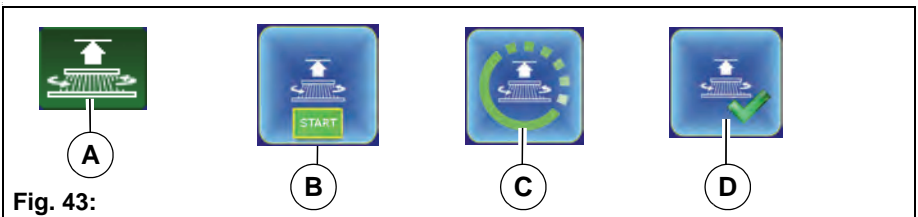

Fig. 43:
3. Med dreietrykkregulatoren velger du softkey *Ta opp børster* **Fig. 43-A** og bekrefter. Handlingsvinduet **Fig. 43-B** åpner seg. Bekreft start med dreietrykkregulatoren. Forløpet begynner, og på multifunksjonsdisplayet vises symbolene **Fig. 43-C, D** etter hverandre. Først nå er forløpet avsluttet.